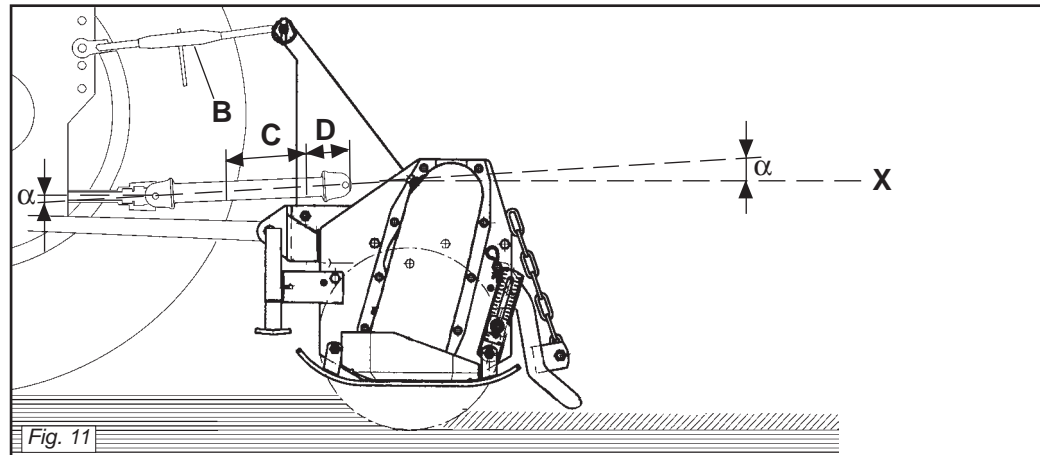
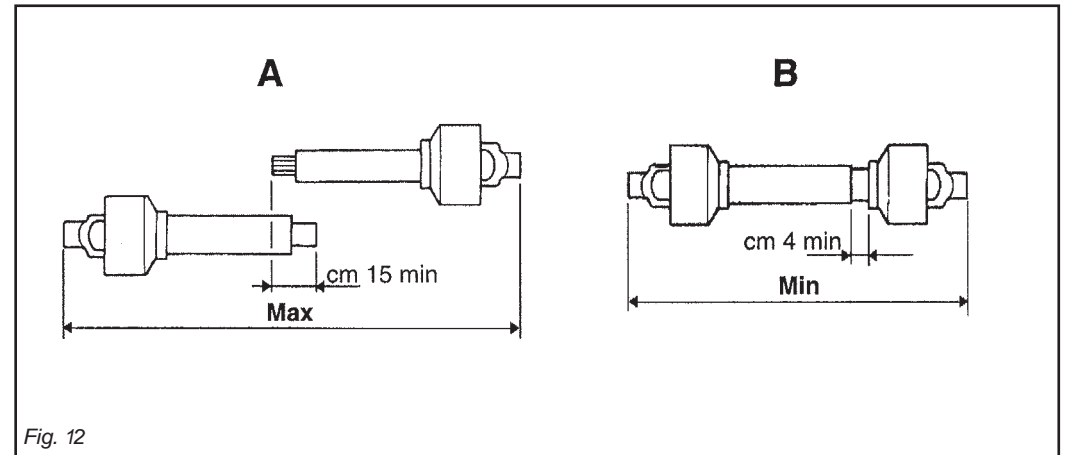

Fig. 11
Fig. 12
Per fare ciò aumentare o diminuire la lunghezza della barra superiore dell'attacco (B Fig. 11) in modo da portare l'asse (X Fig. 11) della ghiera scanalata della scatola parallela al suolo.
To achieve this, increase or decrease the length of the top bar of the hitch (B Fig. 11) so as to set the axis (X Fig. 11) of the housing's grooved ring nut parallel to the ground.
Pour obtenir cette condition augmenter ou diminuer la longueur de la barre supérieure de l'attelage (B Fig. 11) de manière à ce que l'axe (X Fig. 11) de la bague cannelé de la boîte soit parallèle au sol.
Um dies zu erhalten, die Länge der oberen Kupplungsstange (B Abb. 11) erhöhen oder verringern, bis die Achse (X Abb. 11) der Keilmutter des Gehäuses parallel zum Boden steht.
Para ello aumentar o disminuir la longitud de la barra superior del enganche (B Fig. 11) en modo de llevar el eje (X Fig. 11) de la tuerca ranurada de la caja paralela al terreno.
- I due angoli ( $\alpha$  Fig. 11) formati dalle assi delle forcelle e l'asse dei tubi scorrevoli saranno uguali e non dovranno superare i 10°.
- La copertura (C Fig. 11) dei tubi scorrevoli deve essere di 15 cm minimo (Fig. 12).
- I due tubi dell'albero di trasmissione a cardano non si devono ricoprire completamente, una corsa di sicurezza (D Fig. 11) di 4 cm minimo deve sussistere.
- Gli angoli ( $\alpha$  Fig. 11) dei cardani non devono essere superiori a 40° (Fig. 11).
- The two angles ( $\alpha$  Fig. 11) formed by the fork axes and the axis of the sliding tubes will be equal and must not exceed 10°.
- The sliding tubes (C Fig. 11) must overlap by at least 15 cm (Fig. 12).
- The two tubes of the driveline shaft must not fully overlap. There must always be a safety travel (D Fig. 11) of at least 4 cm.
- The angles ( $\alpha$  Fig. 11) of the drivelines must not exceed 40° (Fig. 11).
- Die beiden Winkel ( $\alpha$  Abb. 11), die aus den Achsen der Gabeln und der Achse der Gleitrohre bestehen, müssen gleich groß sein und dürfen auf keinen Fall größer als 10° sein.
- Die Überdeckung (C Abb. 11) der Gleitrohre muss mindestens 15 cm ausmachen (Abb. 12).
- Die beiden Rohre der Gelenkwelle dürfen sich nicht ganz überdecken. Es muss noch einen Sicherheitshub (D Abb. 11) von mindestens 4 cm geben.
- Die Winkel ( $\alpha$  Abb. 11) der Gelenkwellen dürfen nicht größer als 40° sein (Abb. 11).
- Les deux angles ( $\alpha$  Fig. 11) formés par les axes des fourches et l'axe des tubes coulissants doivent être identiques et ne doivent pas dépasser 10°.
- La couverture (C Fig. 11) des tubes coulissants doit être au minimum de 15 mm (Fig. 12).
- Les deux tubes de l'arbre de transmission à cardans ne doivent pas se recouvrir complètement, il doit rester une course de sécurité (D Fig. 11) de 4 cm au minimum.
- Les angles ( $\alpha$  Fig. 11) des cardans ne doivent pas être supérieurs à 40° (Fig. 11).
- Los dos ángulos ( $\alpha$  Fig. 11) formados por los ejes de las horquillas y el eje de los tubos corredizos serán iguales y deberán superar los 10°.
- La cobertura (C Fig. 11) de los tubos corredizos debe ser como mínimo de 15 cm (Fig. 12).
- Los dos tubos del árbol de transmisión de cardán no se deben cubrir completamente, debe quedar una carrera de seguridad (D Fig. 11) de 4 cm como mínimo.
- Los ángulos ( $\alpha$  Fig. 11) de los cardanes no deben ser superiores a 40° (Fig. 11).
Quando esso è inserito al massimo, il gioco minimo consentito deve essere di 4 cm. (Fig. 12).
*When fully inserted, the minimum play must be 4 cm. (Fig. 12).*
*Quand il est entièrement rentré, le jeu minimum admissible doit être de 4 cm. (Fig. 12).*
Wenn die beiden Teile ganz zusammengeschoben sind, muß das kleinstmögliche Spiel 4 cm ausmachen. (Abb. 12).
Cuando está inserido al máximo, el juego mínimo permitido debe ser de 4 cm. (Fig. 12).